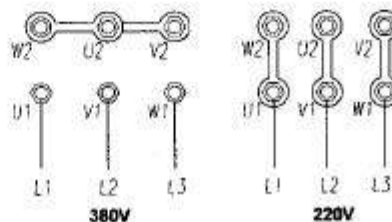

Fig.49
If the power supply voltage is different to the one for which the rack was designed, change the motor and transformer connections (see Fig.49) and replace the overload cut-out; order the replacement unit from the manufacturer or from your local Service Centre.
- 3) Für den Netzanschluß ist der Schaltplan (Seite.14) zu verwenden. Den Schaltkasten öffnen, das Kabel durch eine der bereits vorhandenen Bohrungen nach innen führen und anschließen. Sollte die Spannung nicht der auf der Hebebühne angegebenen Spannung entsprechen, dann sind die Motorblock-Anschlüsse am Trafo zu verändern (siehe Abb. 49) und die thermische Sicherung zu ersetzen (beim Hersteller oder Händler erhältlich).
Dans le cas où la tension diffère de la tension renseignée sur le pont élévateur, modifiez les raccordements du bloc moteur et du transfo (voir fig. 49) et remplacez le coupe-circuit thermique (commandez-en un chez le fabricant ou le distributeur).
Als de voltage afwijkt van de voltage zoals aangegeven op de hefbrug, verander dan de aansluitingen op het motorblok en de trafo (zie fig.49) en vervang de thermische beveiliging (bestel deze bij fabrikant of dealer).
Se a voltagem for diferente à indicada no elevador, mude as conexões no bloco do motor e o transformador (veja a fig. 49) e substitua a segurança térmica (encomende esta segurança por meio do fabricante ou distribuidor).